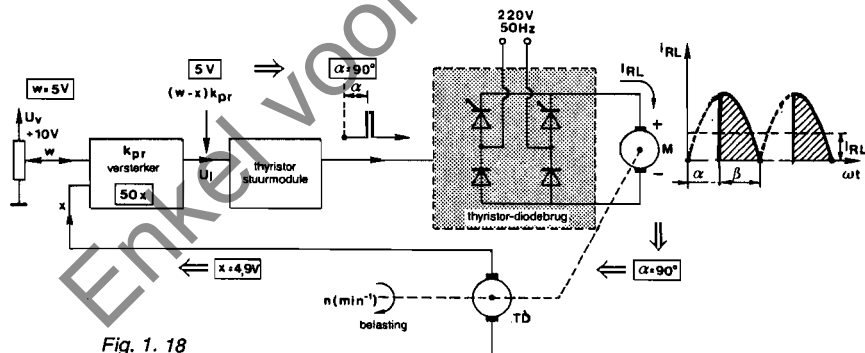

Fig. 1.18
9. Toerentalregeling met gelijkstroommotor. Fig. 1.18